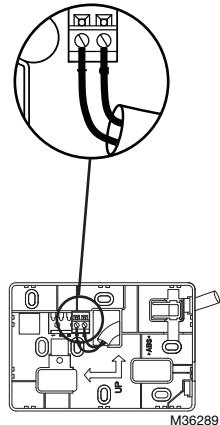

Fig. 5. Conectando os fios ao bloco terminal.
- Conekte o bloco terminal conforme mostrado na Fig. 5:
- Examine e verifique a fiação da conexão do terminal ilustrada na Fig. 5.